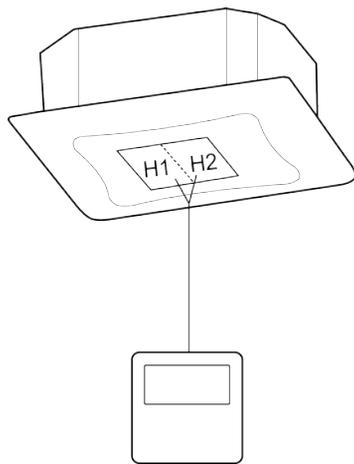
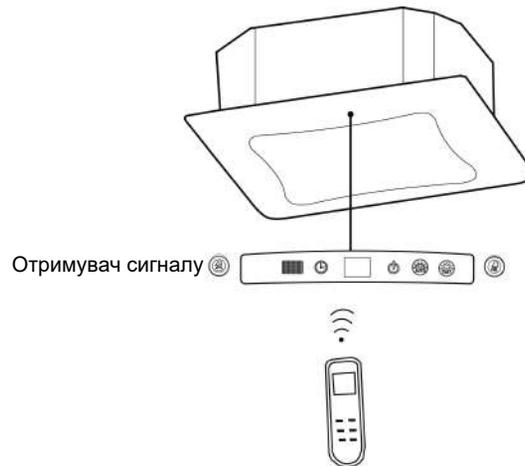

Рис.5.4.1
Рис.5.4.2
- 1) Дротовий контролер показаний на рис.5.4.1, бездротовий контролер показаний на рис.5.4.2, приймач сигналу вбудований в корпус за замовчуванням.